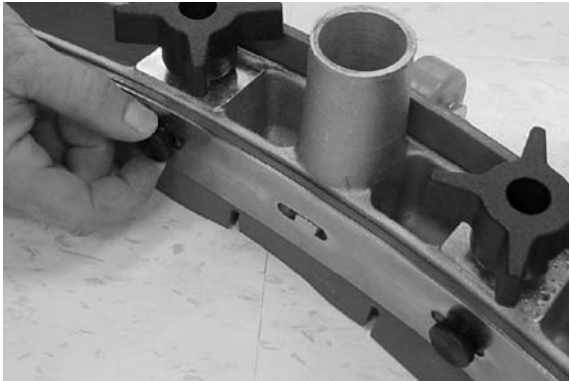

FIG. 46
2. Retirez les six vis à oreilles maintenant le système de retenue et la lame de racloir sur le châssis du racloir. Faites pivoter bout à bout la lame de racloir afin de placer un nouveau bord sur l'avant de la machine. Assurez-vous que le bord cranté de la lame se trouve vers le bas (Figure 46).